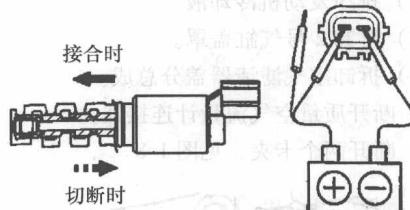

图1-7 移动检查
(2) 移动检查，见图1-7。将蓄电池正极(+)引线连接至端子1，负极(-)引线连接至端子2，并检查阀的运动情况。